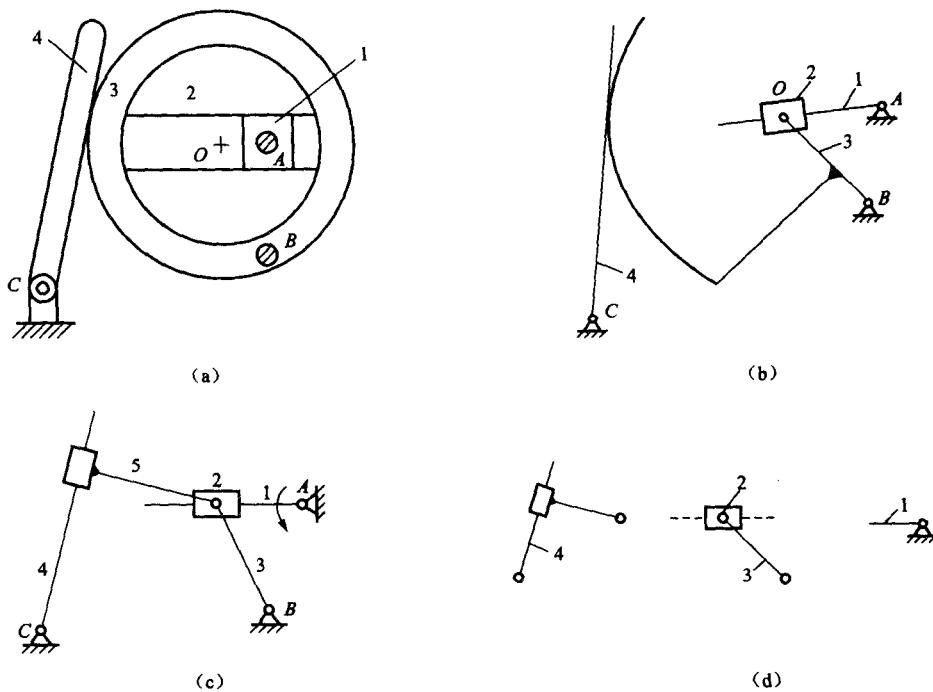

图 2-11 例题 2-1 图
**例题2-1** 图2-11(a)所示机构中,构件1为运动输入构件(原动件),构件4为运动输出构件(从动件),A、B、C为固定铰链。
(1) 画出该机构的运动示意图。
(2) 计算机构的自由度。
(3) 判断该机构的级别。
**解** (1) 图2-11(a)所示机构中,构件1绕固定轴心A转动,另外构件1沿构件2的导路滑动;构件3绕固定轴心B转动,另外构件3与构件2之间绕轴心O相对转动;构件4与构件3高副接触且绕固定转动中心C转动。选取合适的长度比例尺 $\mu_l$ 绘制机构的运动简图。图2-11(b)所示为机构运动示意图(没按比例尺绘制)。
(2) 计算机构的自由度。由图2-11(b)可知: $n=4, p_L=5, p_H=1$ ,因此机构的自由度为
(3) 对机构进行高副低代,高副低代后简图如图2-11(c)所示,拆出基本杆组如2-11(d)所示。基本杆组的最高级别为Ⅱ级,故此机构为Ⅱ级机构。